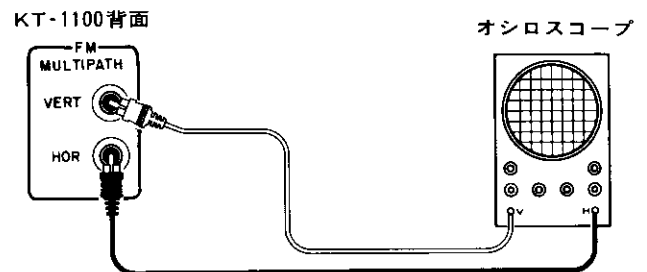

図8 オシロスコープとの接続
1. 本機背面のFMマルチパス端子(FM MULTIPATH)の“VERT”をオシロスコープの垂直軸に、“HOR”を水平軸につなぎます(図8参照)。